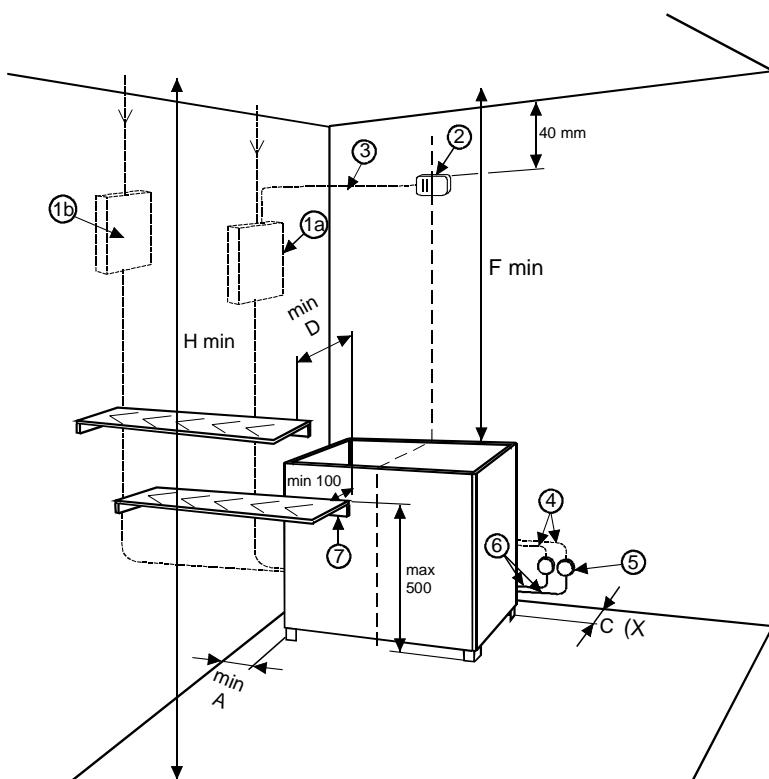

Bild 1
- Kontrollera installationsmåtten som anges i bild 1 och bild 2. Dessa måste ovillkorligen följas. Avvikelse från dessa medför brandfara.
När du fäster aggregatet måste du beakta minimiavstånden till bastuns bränbara ytor enligt tabell 1 och tabell 2 samt bild 1 och bild 2. Miniavästanden finns också på aggregatets märkskylt. Väggarna bakom aggregatet och taket får inte fodras med t.ex. eternitskivor eftersom en sådan fodring orsakar en för stor temperaturökning i väggmaterialet. Aggregatet får inte installeras i en fördjupning eller omges av ett slutet skydd. Tillåtet vägg- och takmaterial är träpanel. Endast ett aggregat får installeras i bastun